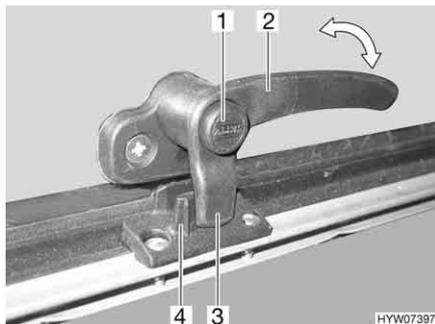
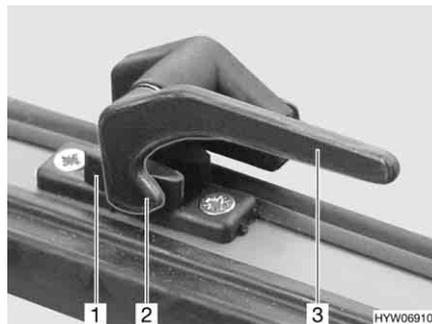

Fig. 79 Alavanca de trava com botão de segurança na posição "Fechada"
Fig. 80 Alavanca de trava na posição "Fechada"
- Se disponível, prima o botão de segurança (Fig. 79,1) e mantenha-o premido.
- Gire a alavanca de trava (Fig. 79,2 ou Fig. 80,3) um quarto de volta na direção do meio da janela.
- Gire a alavanca de trava (Fig. 79,2 ou Fig. 80,3) um quarto de volta em direção à moldura da janela. A ponta de trava (Fig. 79,3 ou Fig. 80,2) na alavanca de trava fica completamente assente na parte de dentro do dispositivo de bloqueio da janela (Fig. 79,4 ou Fig. 80,1).
- Na posição "Bem fechada" (Fig. 79 e Fig. 80)